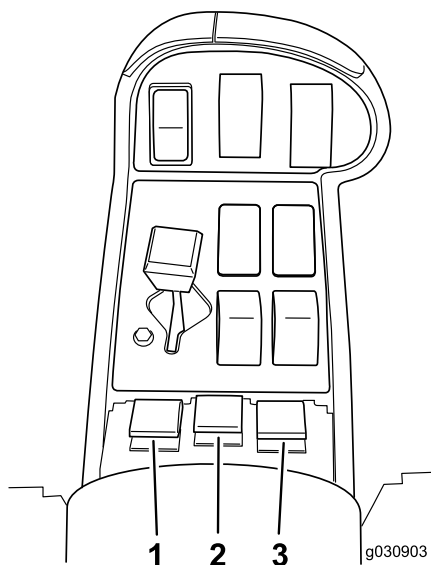

图18
9. 将分段开关（位于座椅中间）移至ON（开启）位置（图18）。